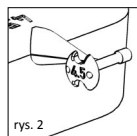

rys. 1a
■ **rys. 1a, 1b/2** Na tarczy szera (rys. 1a, 1b) do protez całkowitych znajduje się osiem umieszczonych satelitarne pojedynczych szeregów o różnej długości (3.0-7.0 mm). Na tylnej stronie każdej szera wskazywana jest odpowiednia długość (rys. 2). Wgłębienia i otwory służą do redukcji wagi oraz lepszej orientacji podczas pomiaru w uchu środkowym.